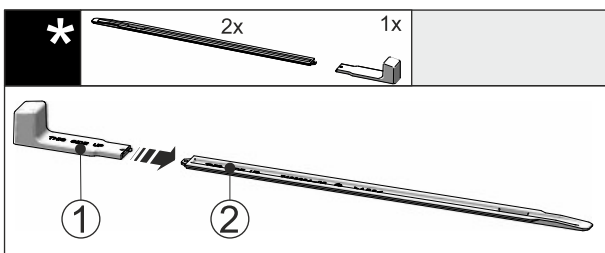

Fig. 46
- ▶ Поставете монтажната дръжка Fig. 46 (1) на нивелиращата релса Fig. 46 (2).